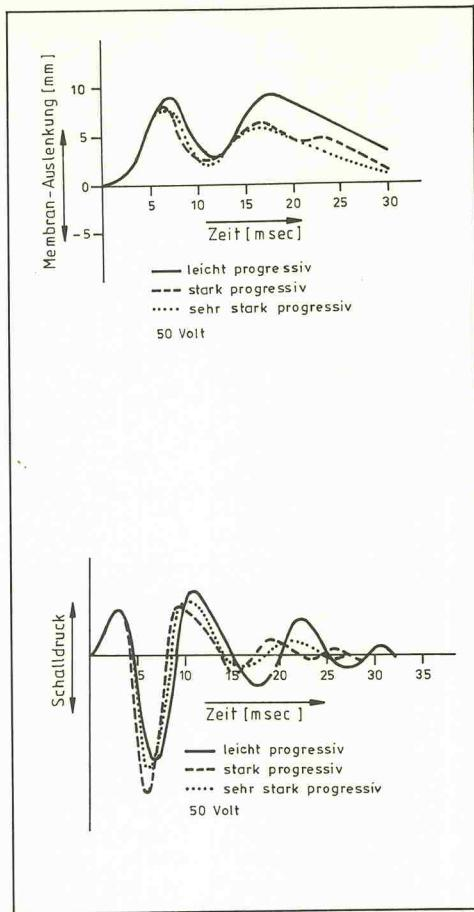

Bild 9. Mit einer trickreichen Siccé kann ein Teil der selbstständigen Membranbewegungen unterdrückt werden.
**E**in Weg, diese Probleme zu mindern, ist der Einsatz einer Membranaufhängung mit leicht progressiver Steifheits-Charakteristik, um eine größere Rückstellkraft für größere Auslenkungen zu erzeugen. Bild 9 zeigt den Zeitverlauf mit Aufhängungen unterschiedlicher Zunahme; wir stellen wesentliche Verbesserungen fest.